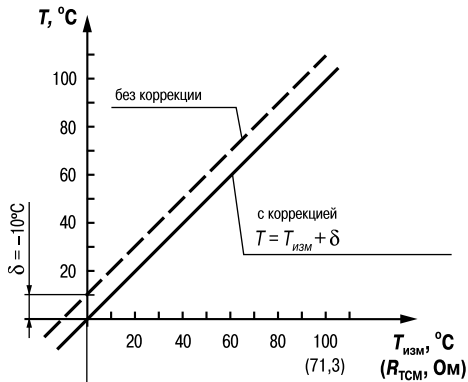

Рис. 2
3.1.4.3.2. Для компенсации погрешностей $\Delta R = R_0 - R_{0,ТСМ}$, вносимых сопротивлением подводящих проводов $R_{ТСМ}$, к каждому измеренному значению параметра $T_{изм}$ прибавляется заданное пользователем значение δ . На **рис. 2** приведен пример сдвига характеристики для датчика ТСМ(Cu50).